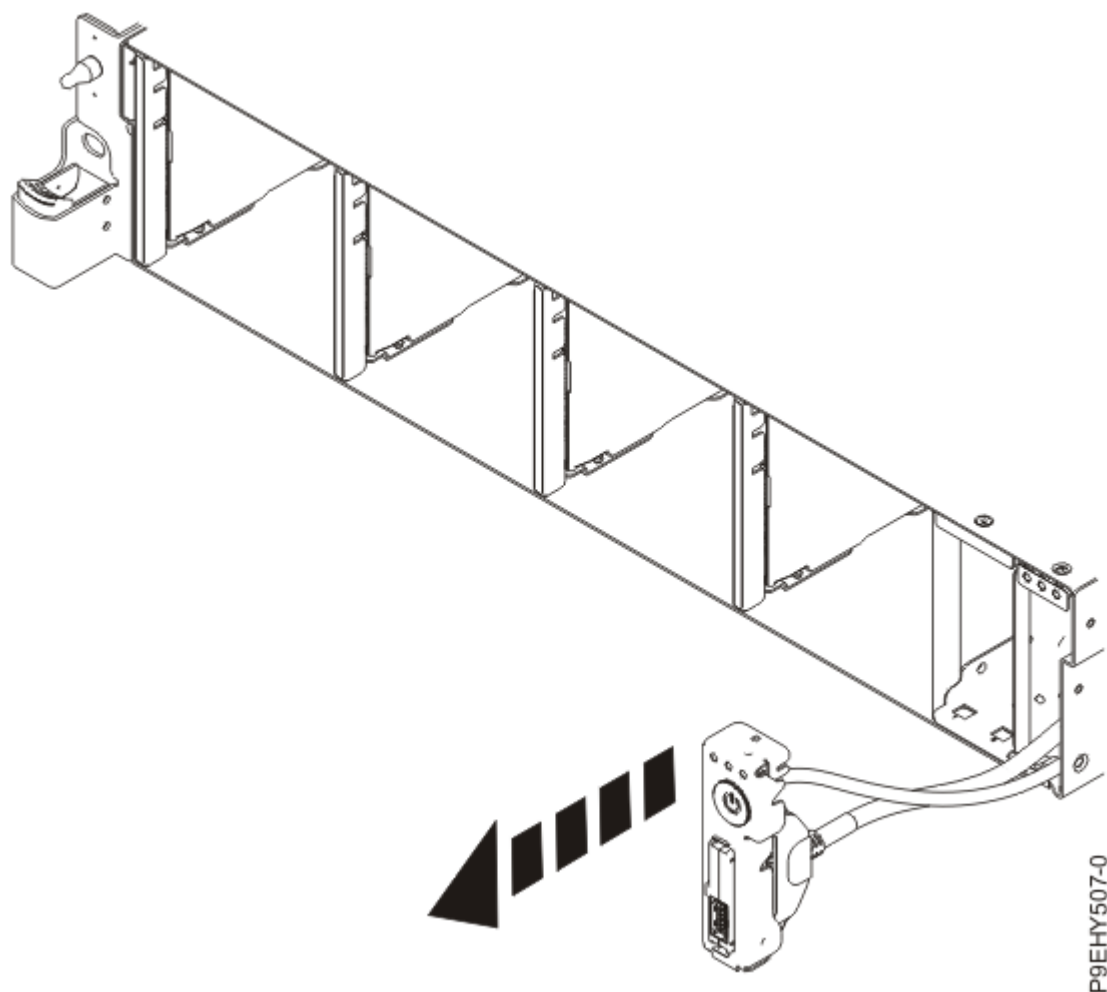

Figura 171. Cómo tirar del interruptor de alimentación y cable
8. Extraiga el interruptor de alimentación del sistema, tal como se muestra en la Figura 171 en la página 190.